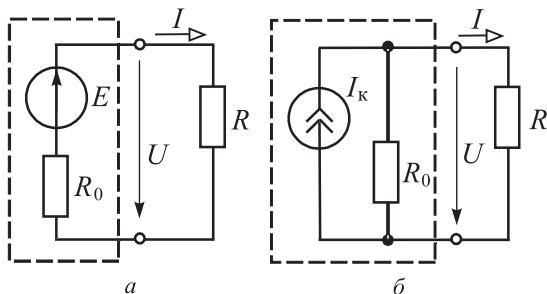

Рис. 1.4
Схема замещения источника энергии эквивалентным источником ЭДС дана на рис. 1.4, а.
Схема замещения источника энергии эквивалентным источником тока приведена на рис. 1.4, б.
2. Ток и напряжение внешней цепи находим на основании схемы, приведенной на рис. 1.4, а:
На основании схемы, приведенной на рис. 1.4, б,
3. Схемы замещения источника энергии, приведенные на рис. 1.4, а, б, эквивалентны по токораспределению и напряжениям, создаваемым во внешней цепи, и не эквивалентны по потерям мощности в источниках. Уравнения баланса мощности источника ЭДС: